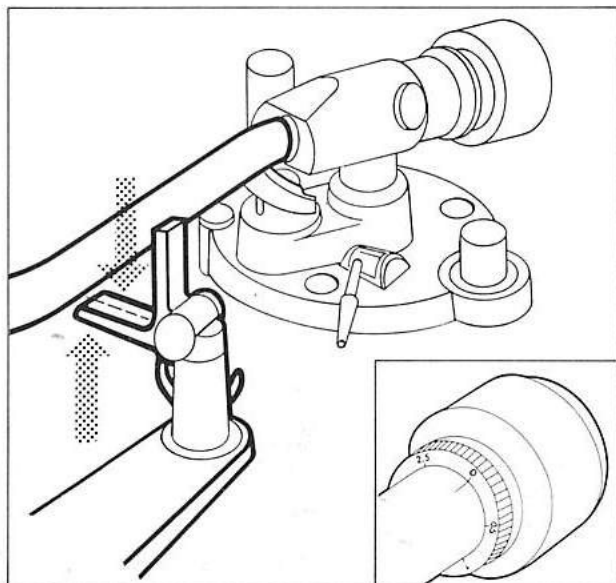

Bild 4
Verdrehen Sie das Tonarm-Balancegewicht ① solange, bis der Tonarm ⑥ in horizontaler Lage frei schwebt. Hat der Tonarmkopf mit dem Systemträger ⑧ die Tendenz, nach unten zu fallen, so drehen Sie das Tonarm-Balancegewicht ① im Uhrzeigersinn. Im anderen Falle, wenn der Tonarmkopf sich nach oben hebt, wird das Tonarm-Balancegewicht ① gegen den Uhrzeigersinn korrigiert (Bild 4).